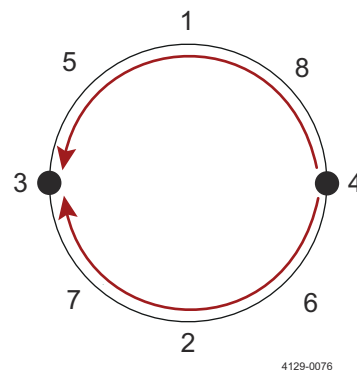

Imagen 3
7. Soldar entre las posiciones 3 y 4 desde el exterior (Imagen 3), y luego enfriar la sección soldada con aire comprimido. Continúe soldando entre los puntos de soldadura por puntos 3 y 4 en dirección opuesta. Asegúrese de enfriar el área de soldadura con aire comprimido entre cada punto y el siguiente.